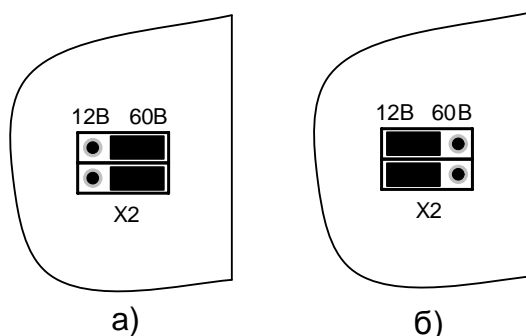
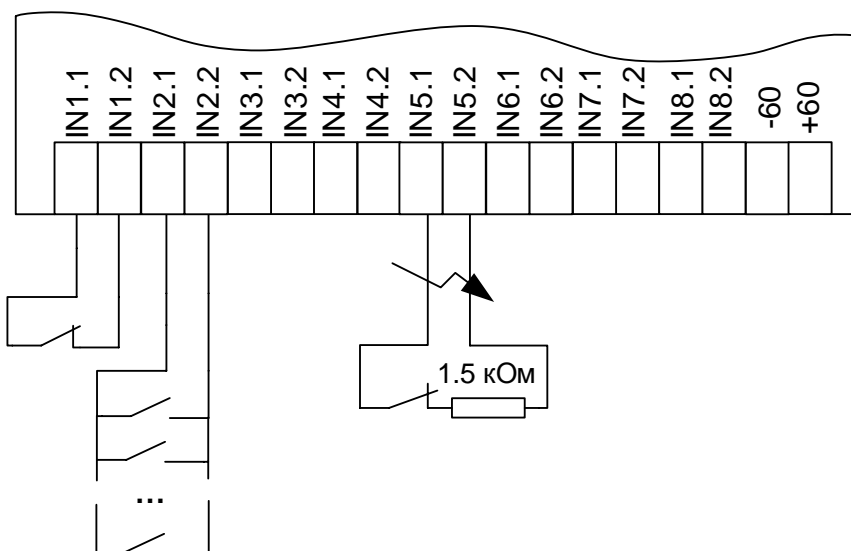
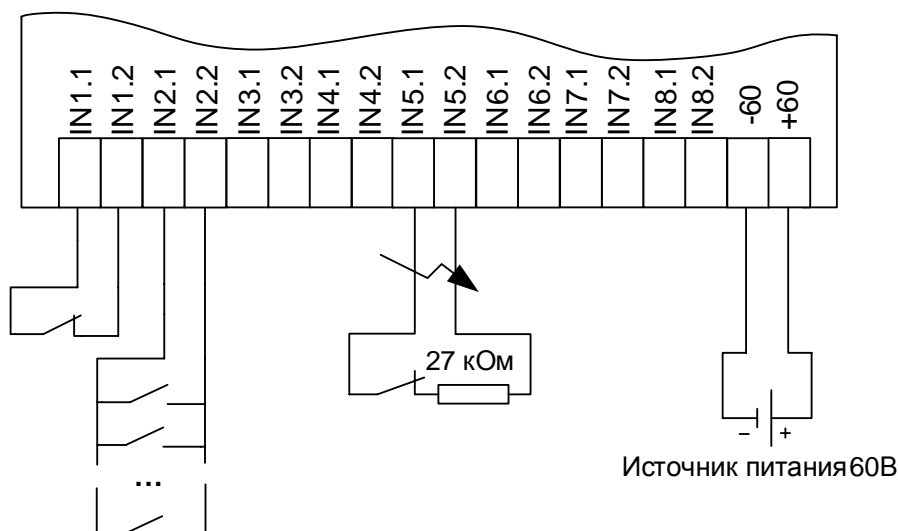

Рисунок 3 - Положение переключек на переключателе X2
Рисунок 4 - Подключение датчиков при перемычке в положении «12В»
Рисунок 5 - Подключение датчиков при перемычке в положении «60В»
Переключатель X2 используется для выбора источника питания для опроса датчиков. В случае, когда переключатель установлен в положение 12В, подключение датчиков следует проводить по схеме на рис. 3. В случае, когда переключатель находится в положении 60В, датчики подключаются по схеме на рис. 4.
Однобитный контроль подразумевает два состояния датчиков: замкнуто и разомкнуто. При однобитном контроле датчики можно подключать в шлейфы (на рис.4 и рис.5 к IN2 подключены нормально разомкнутые датчики, соединенные в шлейф).
- Выставить положение переключателей в соответствии с требуемым режимом работы (см. рис.3).